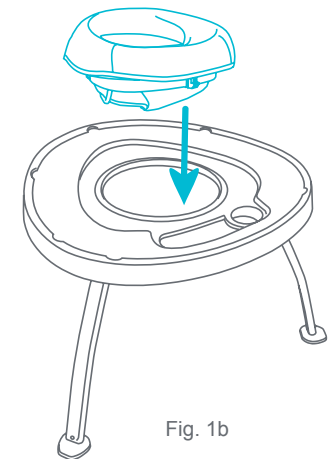

Fig. 1b
- Si es necesario, alinee el asiento con la abertura del centro y presione con fuerza. El asiento debe fijarse por completo en la tapa superior (Fig. 1b).